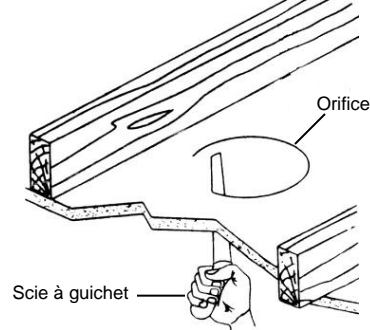

Fig. 2
1. Découpez un orifice de 14,0 cm (5 ½ in.) dans la cloison du plafond à l'emplacement désiré. Utilisez le gabarit fourni pour tracer un cercle au plafond. (Fig. 2)